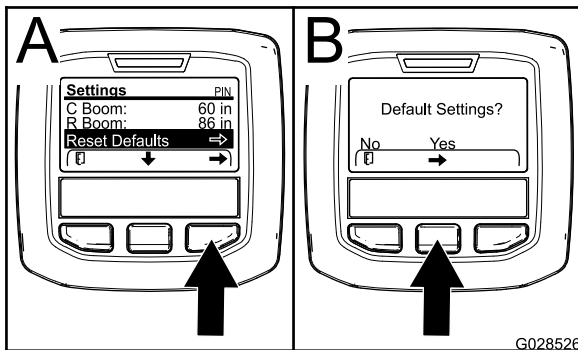

Bild 75
- Drücken Sie die mittlere Auswahltaste, um auf den Eintrag „Reset Default“ zu navigieren (Bild 75).
- Drücken Sie auf dem Bildschirm „Default Settings“ die linke Auswahltaste für NEIN oder die rechte Auswahltaste für JA (Bild 75).